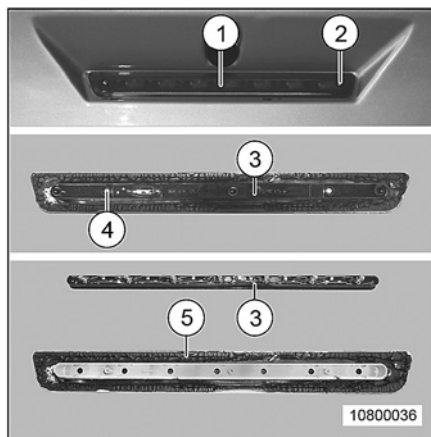

Fig. 216 Troisième feu de freinage
- Pour remonter le troisième feu de freinage (Fig. 216/1), appliquer du mastic d'étanchéité frais (Fig. 216/5). Le mastic d'étanchéité est en vente chez les partenaires de service Carthago.
1. Desserrer les vis (Fig. 216/2) du troisième feu de freinage (Fig. 216/1).
2. Retirer le troisième feu de freinage (Fig. 216/1). En raison du mastic d'étanchéité, ceci demande un peu d'énergie est nécessaire.
3. Sur la face arrière du troisième feu de freinage (Fig. 216/1), retirer les vis (Fig. 216/4) de la baguette en plastique (Fig. 216/3).
4. Enlever la baguette en plastique (Fig. 216/3) et remplacer l'ampoule.